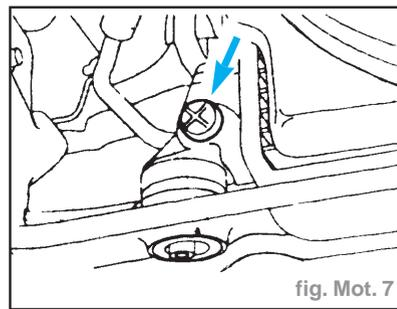

fig. Mot. 7
- Ouvrir le robinet de vidange du radiateur pour vidanger le liquide de refroidissement (fig. Mot. 7)